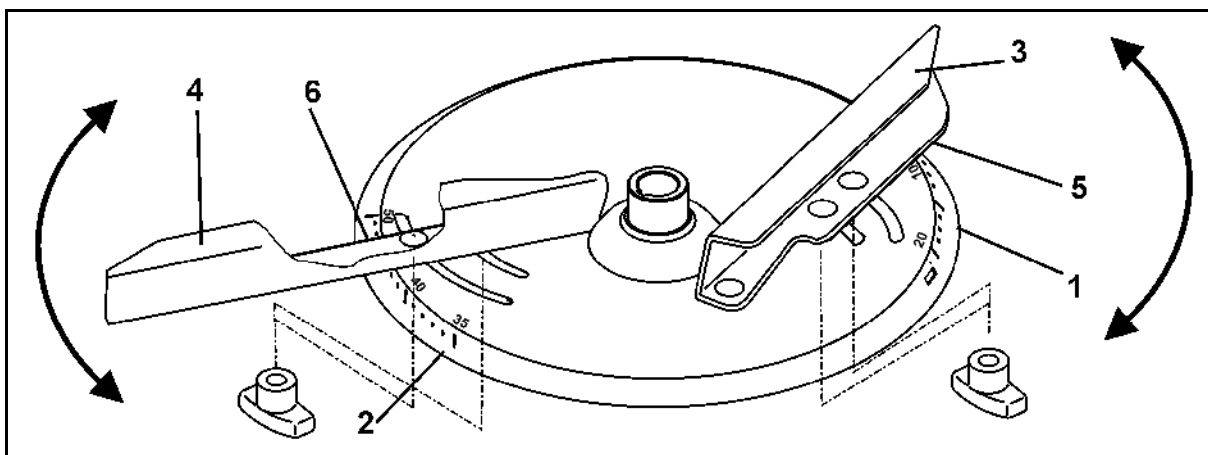

Bild 71
1. Gränsspridning enligt gödsel förordningen (Bild 71):